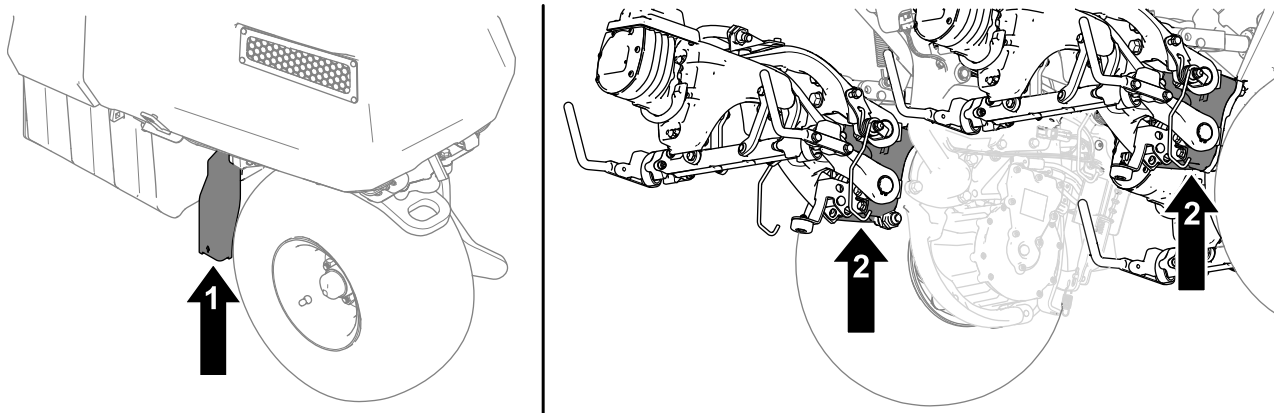

Bild 44
2. Die Maschine nach dem Aufbocken an den folgenden Stellen mit Ständern sichern (Bild 44):